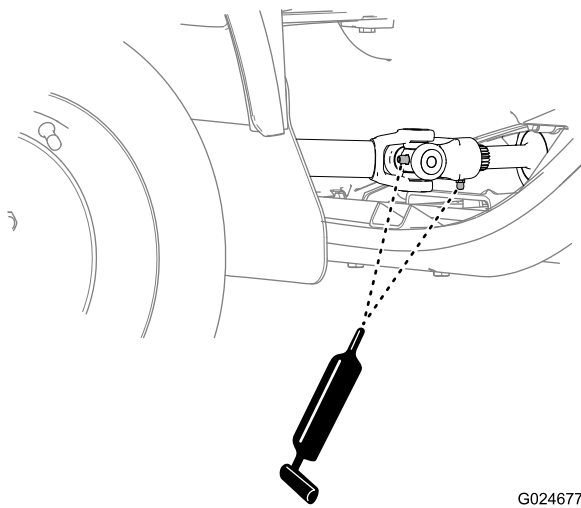

Bild 53
1. Wischen Sie die Schmiernippel an den vorderen und hinteren U-Gelenken, am Gleitjoch, am starrem Joch und an den Universalgelenken ab (Bild 52 und Bild 53).
2. Schmieren Sie die Schmiernippel am Gleitjoch und an den zwei Universalgelenken mit dem angegebenen Schmierfett ein (Bild 52 und Bild 53).